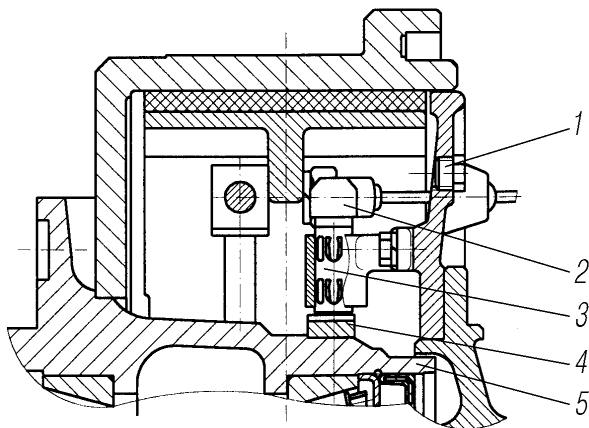

Рис. 42. Механизм тормозной колесной:
**Колесный тормозной механизм.** Тормозные механизмы передних и задних колес имеют индуктивные датчики 2 (рис. 42). Вращение колеса контролируется при помощи импульсного зубчатого кольца 4, движущегося совместно со ступицей. Кольцо напрессовано на ступицу 5. Перед установкой тормозного барабана необходимо утопить (от центра) индуктивный датчик 2 для исключения его повреждения.